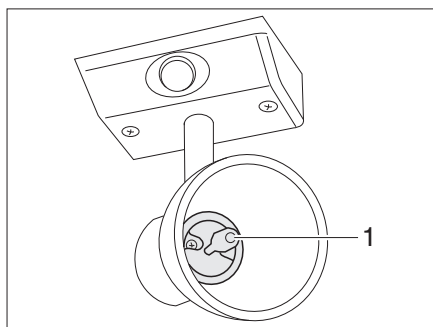

Fig. 176 Foco halógeno (con pantalla de vidrio)
- Sacar la bombilla halógena (Fig. 176,1) del portalámparas tirando hacia adelante.